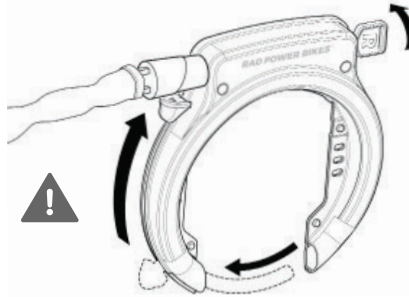

Figura 13: Desbloquee el grillete, peligro de pellizco
- b. Primero, gire la llave en el sentido de las agujas del reloj para retraer la palanca manual y el grillete (Figura 13).